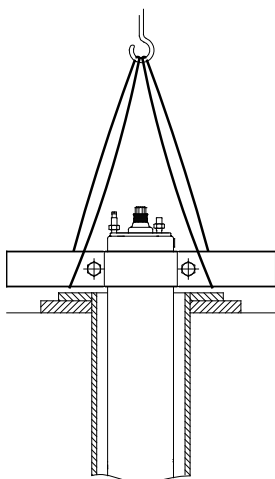

Fig. 18 Motor i vertikal position
2. Placera motorn i vertikalt läge vid borhålstätningen, se fig. 18.